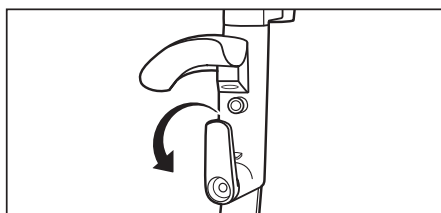

Fig. 3
- Le crochet de cordon supérieur à dégageage rapide pivote pour permettre un accès rapide au cordon d'alimentation. Tournez le crochet de cordon supérieur vers le bas et vous pouvez rapidement laisser tomber le cordon d'alimentation au sol sans le dérouler des crochets de cordon (Fig. 3).